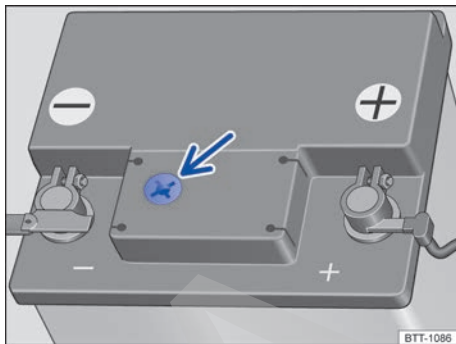

Fig. 164 Mirilla en la parte superior de la batería de 12 voltios (representación esquemática).
- Procure disponer de buena iluminación para poder distinguir bien el indicador de color en la mirilla redonda de la parte superior de la batería de 12 voltios → **fig. 164** (flecha). No utilice nunca una llama desprotegida u objetos incandescentes para alumbrarse.